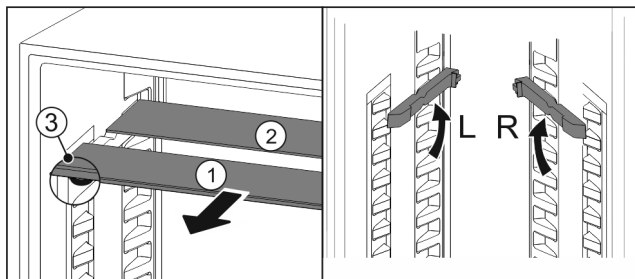

Fig. 74
- Glasplaten afzonderlijk vanaf de voorkant eruit trekken (Fig. 74 (1)).
- Glasplaat Fig. 74 (1) met sierlijst ligt voor.
- Stops Fig. 74 (3) zijn naar onder gericht.